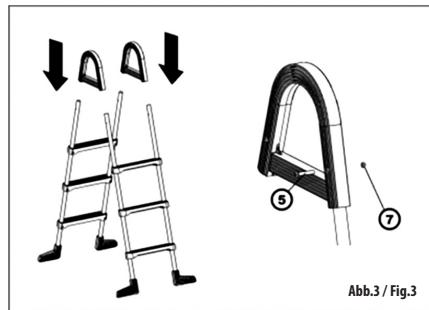

Abb.3 / Fig.3
Setzen Sie die Leiterholme in die Kunststoffgriffe (2) ein (**Abb. 3**), mit entsprechenden Schrauben (5) sichern, achten Sie auf die richtige Orientierung der Schrauben (die Schraubenköpfe zeigen nach außen).